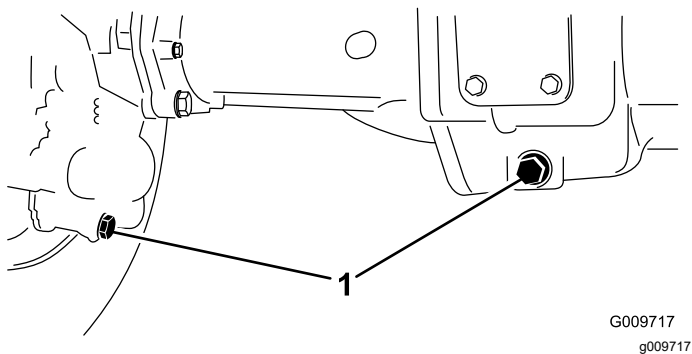

Figura 106
2. Limpie la zona alrededor de los tres tapones de vaciado, uno en cada extremo y uno en el centro (**Figura 106**).